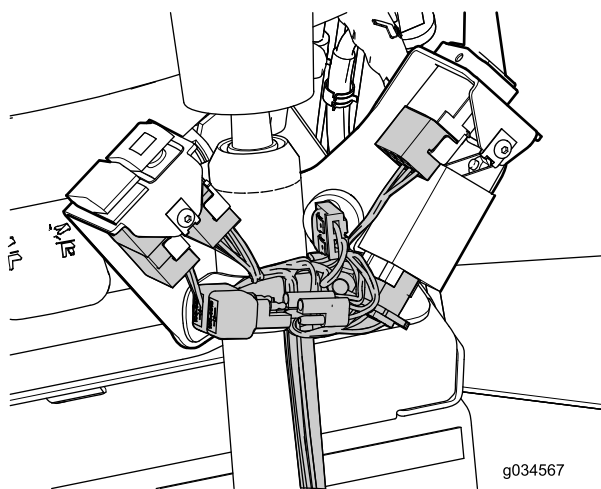

Figura 22
9. Inserite i connettori in interruttori di pericolo, indicatore di direzione, avvisatore acustico e modulo lampeggiatore (Figura 22).